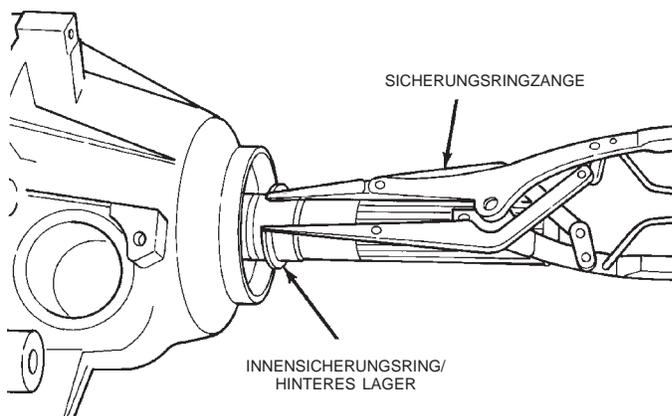

Abb. 11 Innensicherungsring des hinteren Abtriebslagers ausbauen
(7) Den Innensicherungsring für das hintere Abtriebslager ausbauen (Abb. 11).
(8) Die Befestigungsschrauben lösen, mit denen das hintere Lagergehäuse am Verteilergetriebe befestigt ist.